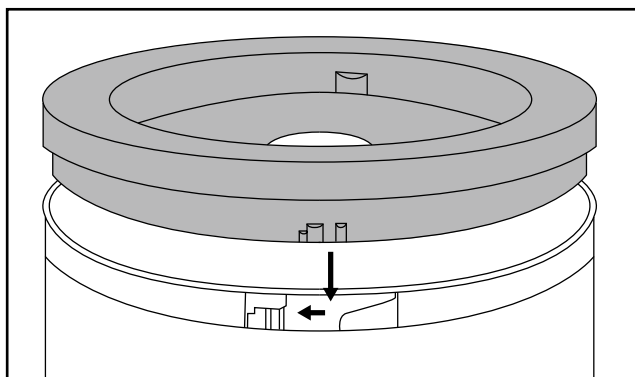

Bild 1
- Sätt det på skålen **8** så att låsningarna i mellanläggets **4** ytterkant fastnar i skenorna på skålen **8** (se bild 1).